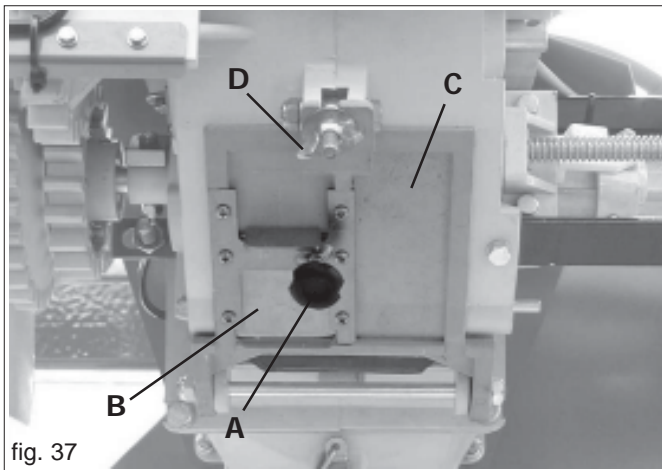

fig. 37
Zum Ablassen des Saatgutes aus dem Trichter ist folgendermaßen vorzugehen: put a bag or a container under the discharge hatch of the dosing apparatus, and then unscrew the knob (A Fig. 37) to discharge the hopper contents through the hatch (B). Lastly, open the discharge hatch (C Fig. 37) by unscrewing the wing nut (D Fig. 37) to empty the remaining contents of just the doser. Es wird empfohlen, das Schaufelrad der Dosiervorrichtung zu drehen, damit alle Rückstände entfernt werden. Nach Durchführung dieses Eingriffes ist die Ablassklappe wieder mit der Flügelmutter zu verschliessen.